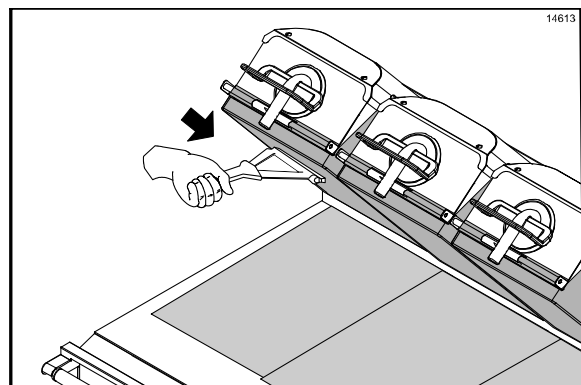

Figure 29
2. Passer le rouleau à essorer sur la feuille de protection supérieure, de haut en bas (Cf. Figure 29).